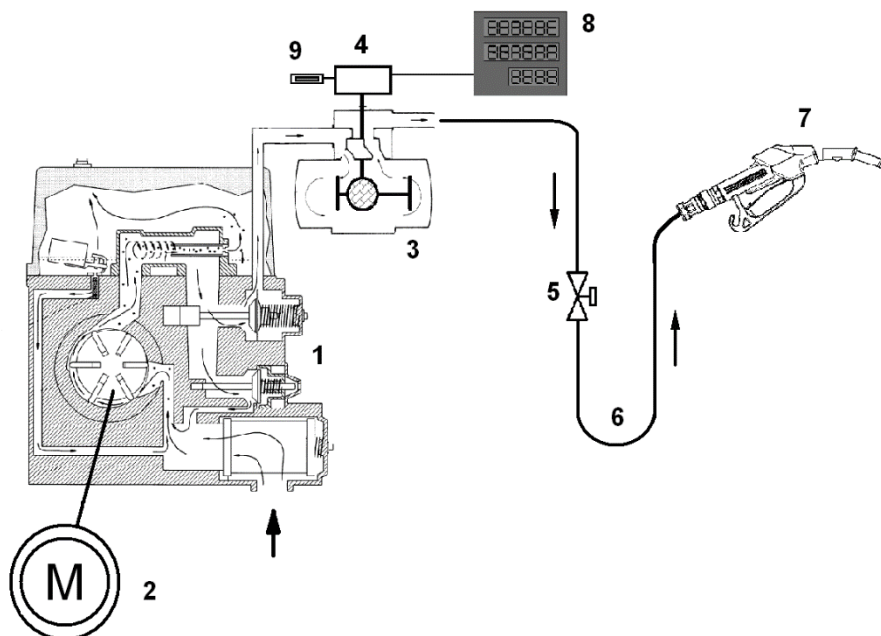

Рис.2
Принцип действия колонок (Рис.2) заключается в следующем: топливо из резервуара подводится насосом (1), входящим в состав колонки, в поршневой измеритель объёма (3).
Для открытия крана после отключения необходимо привести его в нормальное положение (рис. 2 А, С), освободить рычаг (9) и вновь нажать его. При этом диафрагма (4) займет исходное положение.
- А. (рис. А) Вставьте кран в бак полностью. Если при этом шарик не блокирует клапан (3) – это лучший способ заправки;
- В. (рис. В) В некоторых случаях (горловина бензобака расположена слишком горизонтально) заправка по способу А невозможна. Шарик блокирует клапан (3);
- С. (рис. С). В ситуации В необходимо придерживать кран рукой, чтобы шаровой клапан (3) не срабатывал;
- Д. (рис. D) Брызги топлива могут вызвать автоматическое отключение крана до полного заполнения бака. В этом случае необходимо выбрать оптимальную скорость потока топлива, регулируя положение рычага (9).